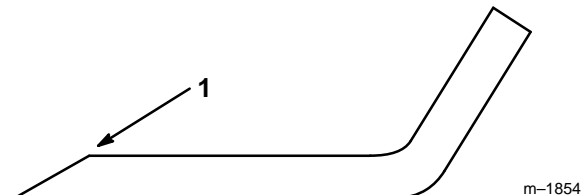

Abbildung 59
1. Mit Hilfe einer Feile die Schneidkante an beiden Enden des Messers schärfen (Abb. 59). Den ursprünglichen Winkel beibehalten. Das Messer bleibt in der Balance, wenn von beiden Schneidkanten die gleiche Materialmenge entfernt wird.